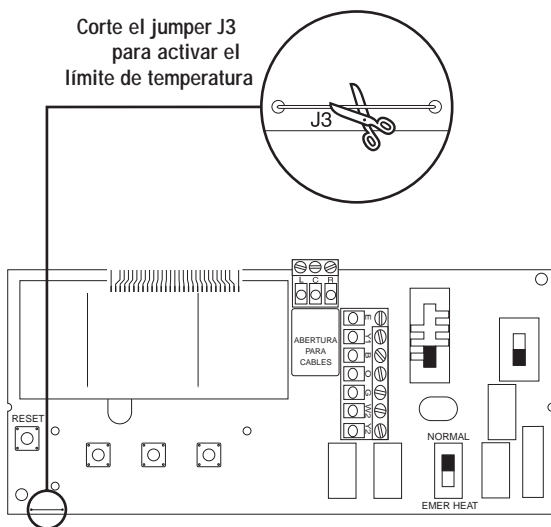

Figura 7
15. Se ha instalado un jumper limitador de temperatura en este termostato. Al cortar este jumper (J3) se limita el punto de ajuste de la calefacción a no más de 72°F y el punto de ajuste del enfriamiento a no menos de 78°F (Figura 7).
NOTA: SI EL JUMPER LIMITADOR DE TEMPERATURA J3 SE CORTA (FIGURA 7), LA BANDA MUERTA NO ES AJUSTABLE Y SE ESTABLECE AUTOMÁTICAMENTE EN 6°F (3°C).